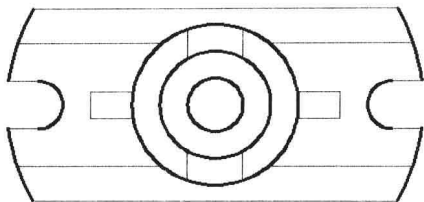

图 11-2-5
(11) 在“修改”面板中单击“修剪”按钮 --- ，单击圆作为边界，然后再单击各构造线，修剪后的效果如图 11-2-5 所示。